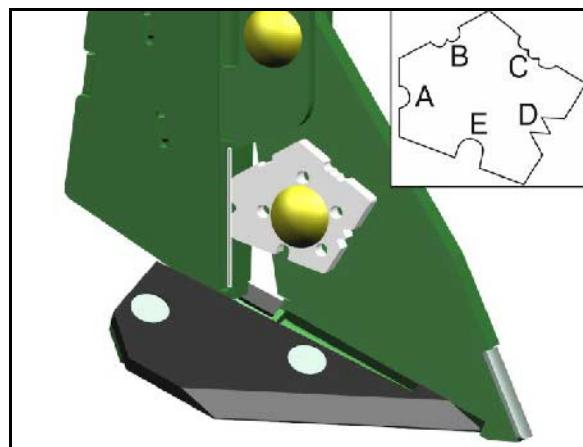

Рис. 89
2. Открутите гайку-баращек (Рис. 89/2).
3. Установите высоту датчика уровня (Рис. 89/1) в соответствии с необходимым остаточным количеством посевного материала.
4. Затяните гайку-баращек (Рис. 89/2).
Монтаж датчика уровня выполняйте как показано на рисунке (Рис. 89)!